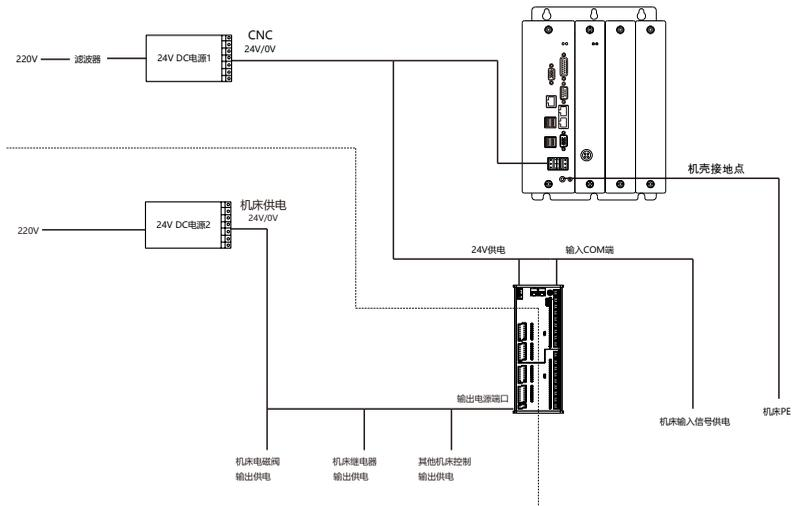

图3-3 主机电源分布图
- 3、电气柜内其它24V设备（如电磁阀、工作照明灯、扩展模块输出部分的电源）另外安装一台24V电源供电（如图3-3）。